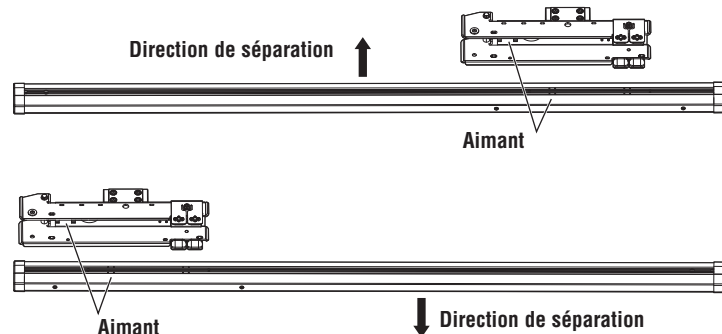

Figure 1
4. Notez l'orientation du capteur magnétique dans le support du bras. Placez l'aimant dans l'orientation appropriée sur le bras pour obtenir la position relative suivante par rapport au capteur magnétique. Voir les figures 1 et 2.